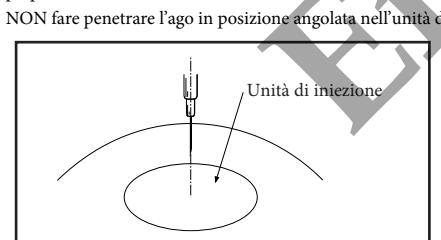

FIGURA 10
- a) Inserire un ago ipodermico standard, nuovo, sterile, da 21 G (o più piccolo) angolato a 12°, nell'unità di iniezione. Idealemente, l'ago dovrebbe penetrare perpendicolarmente alla sommità dell'unità, come illustrato nella Figura 10.